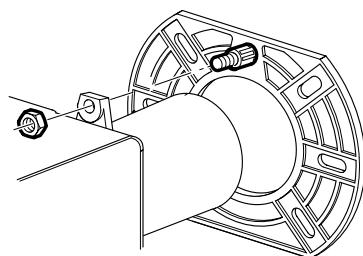

Fig. 17
(fig. 17 - fig. 17/a - fig. 17/b)
- Para desmontar el quemador de la pared de la caldera, quite la tuerca (fig. 17).
cables del calefactor (1 fig. 17/a) protegidos por la funda termoresistente y hágalos pasar a través del orificio luego de haber quitado la relativa guía del cable.
- afloje el empalme (2 fig. 17/a) y quite los cuatro tornillos que fijan el collar (3 fig. 17/a) al quemador.